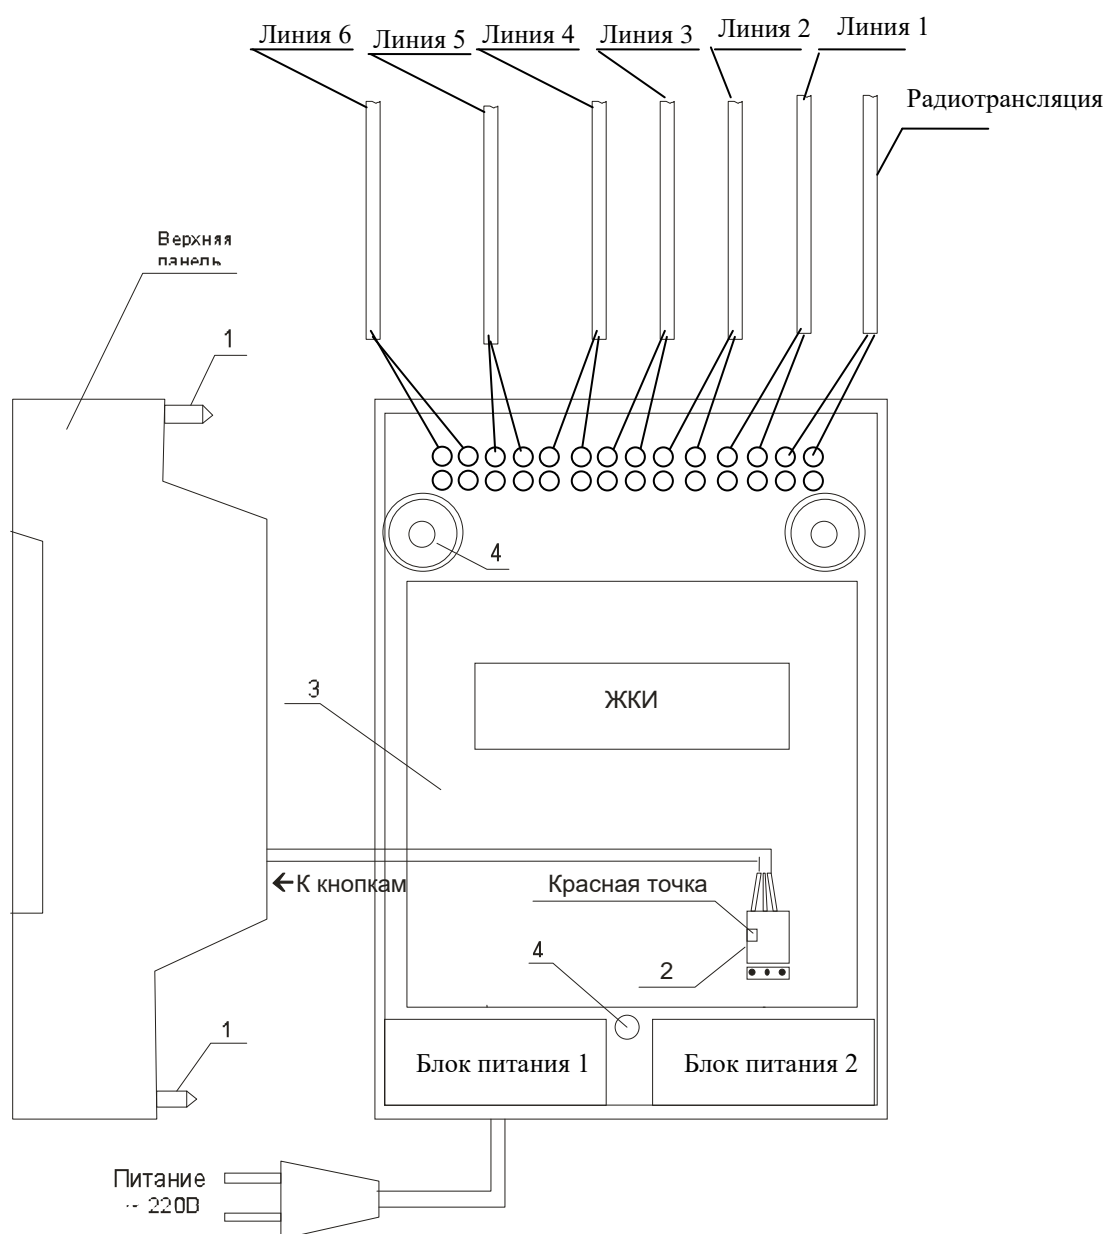

Рис. 1.
4.1. Выверните четыре винта 1, расположенных на верхней панели ЧС (см. Рис.1). Осторожно снимите верхнюю панель и отсоедините разъем 2, соединяющий кнопки с печатной платой 3.
4.5. Подсоедините линии вторичных часов №№ 1, 2, 3, 4, 5 и 6 и кабель радиотрансляции в соответствии со схемой рис.1.